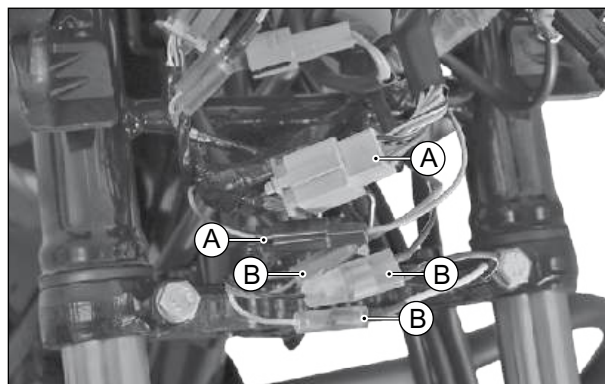

Fig. 5.77
- Desconecte cuidadosamente os conectores da fiação do conjunto do velocímetro (A) e dos indicadores das sinaleiras (B) da fiação. (Fig. 5.77)